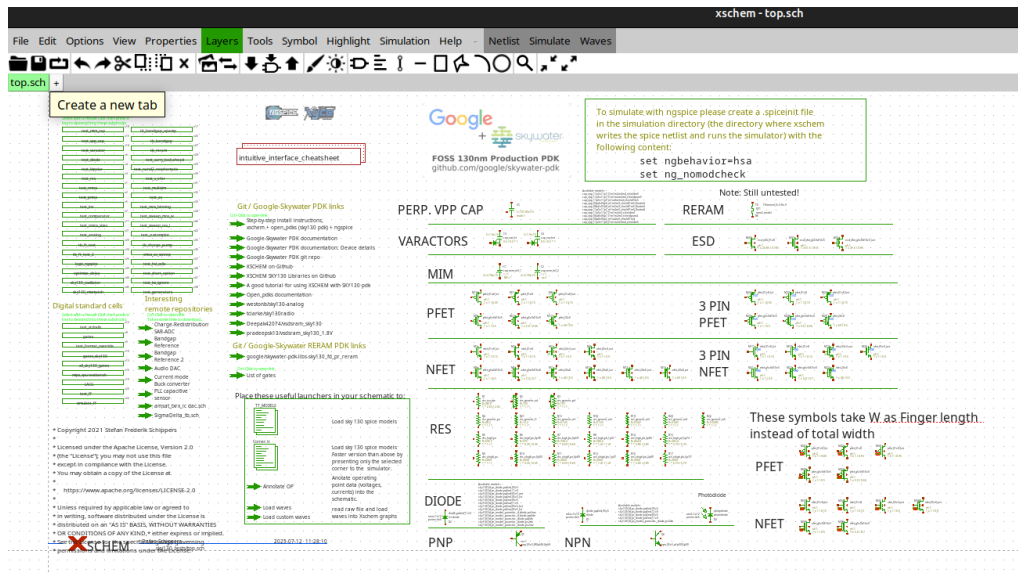

Figura 3: creación de un nuevo espacio de trabajo.
3. Cree un nuevo proyecto o archivo. Para ello en el ícono + **create a new tab** de la figura 3 puede crear un nuevo espacio de trabajo.